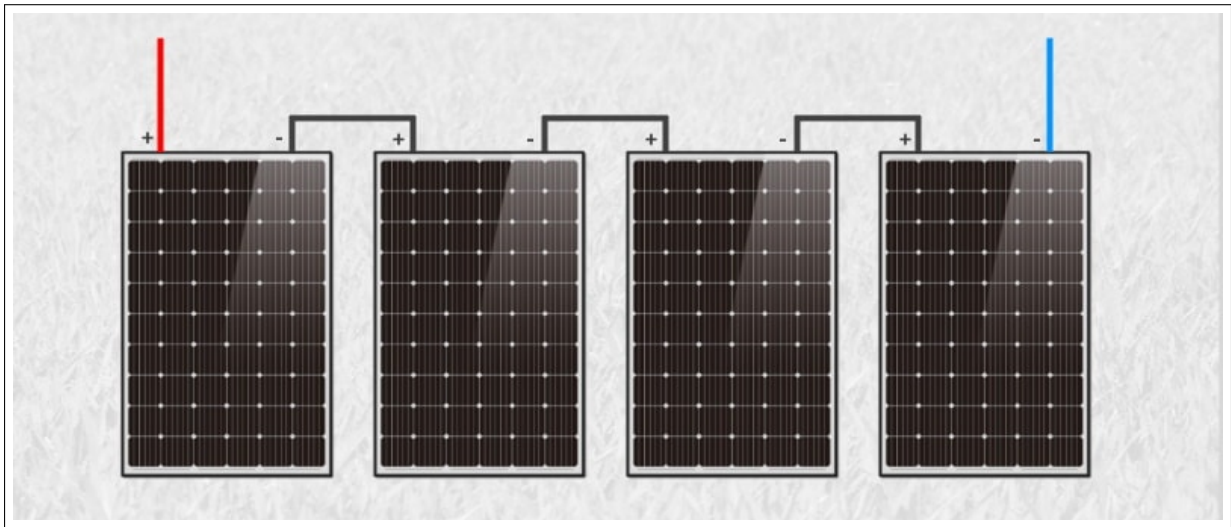

FIG. 4.4 : Association de panneaux solaires en série
- Si des panneaux solaires identiques sont montés en série alors leurs tensions s'additionnent et courant ne change pas. La figure 4.4 en est une illustration.